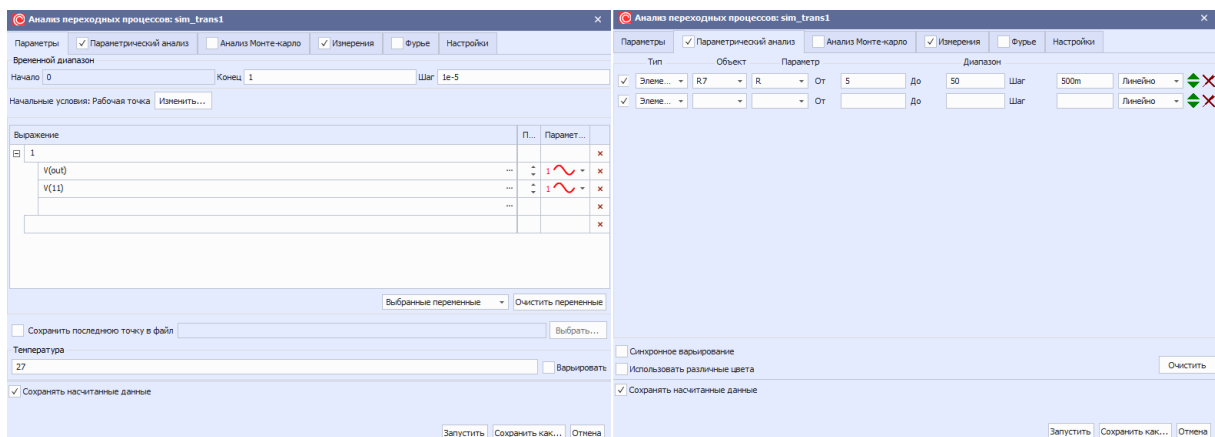

Рис. 172 Ввод параметров моделирования
1. Запустите многовариантный (параметрический) анализ переходных процессов `sim_trans1`, также уже созданный в данном примере, выбрав его в узле «Моделирование», с варьированием по параметру `R` элемента схемы `R7`, предварительно выставив шаг расчета равным `1e-5`, см. Рис. 172.